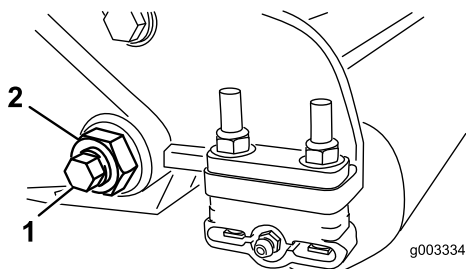
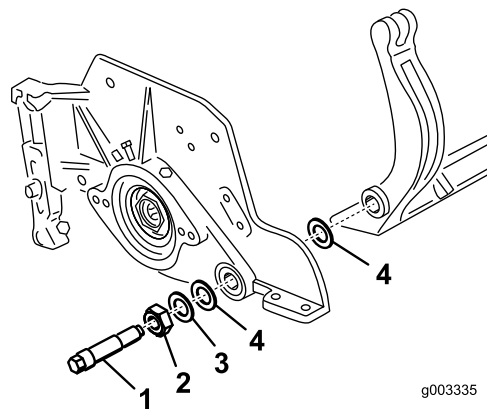

Figura 27
Figura 28
3. En cada lado de la máquina, afloje la contratuerca que fija el perno de la barra de asiento (Figura 27).
(Figura 27). Guarde las 2 arandelas de nylon y la arandela de acero troquelado de cada extremo de la barra de asiento (Figura 28).
2. Fije la barra de asiento a cada chapa lateral con los pernos de la barra (con tuercas en los pernos) y las 6 arandelas. Debe colocarse una arandela de nylon en cada lado del saliente de la chapa lateral. Coloque una arandela de acero por fuera de cada arandela de nylon (Figura 28). Apriete los pernos de la barra de asiento a 37-45 Nm. Apriete las contratuercas hasta que la arandela de acero exterior deje de girar, y la holgura quede eliminada, pero no apriete demasiado ni desvíe las chapas laterales. Las arandelas del interior pueden tener cierta holgura.